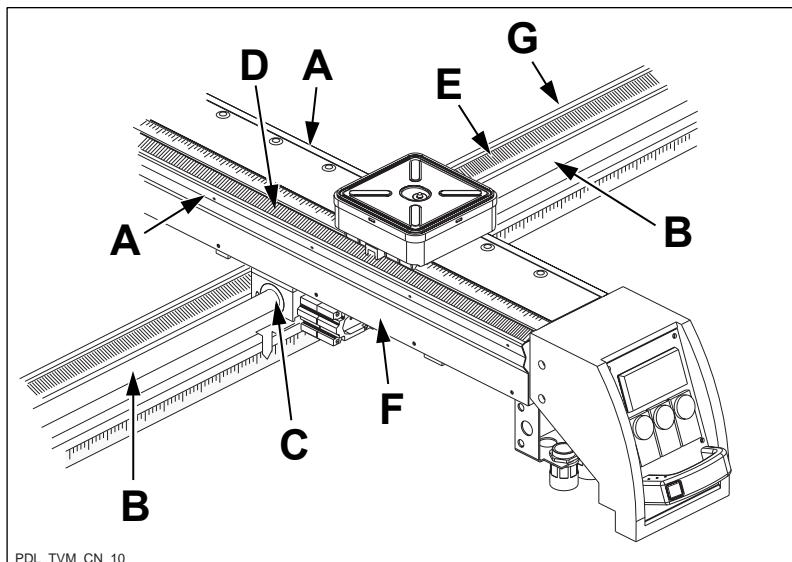

Fig. 23
- è importante, prima di spostare o montare le ventose, pulire il piano soprattutto nei punti A di scorrimento delle stesse (fig. 23)